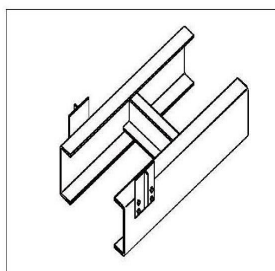

图 3
- 将连接板用螺栓连接于底盘上（参见图 3）。每个连接板至少用 4 个 M16x1.25 的 8.8 级螺栓，尽可能使用底盘上现有孔。
Connect the connecting plate to the chassis with bolts (see Figure 3). At least 4 pieces of M16x1.25 grade 8.8 bolts should be used for each connecting plate, and existing holes on the chassis should be used as much as possible.
- Прикрутите соединительную пластину к корпусу (см. рис. 3). Используйте не менее 4 болтов М16х1,25 марки 8.8 для каждой соединительной пластины и максимально используйте имеющиеся отверстия в корпусе.